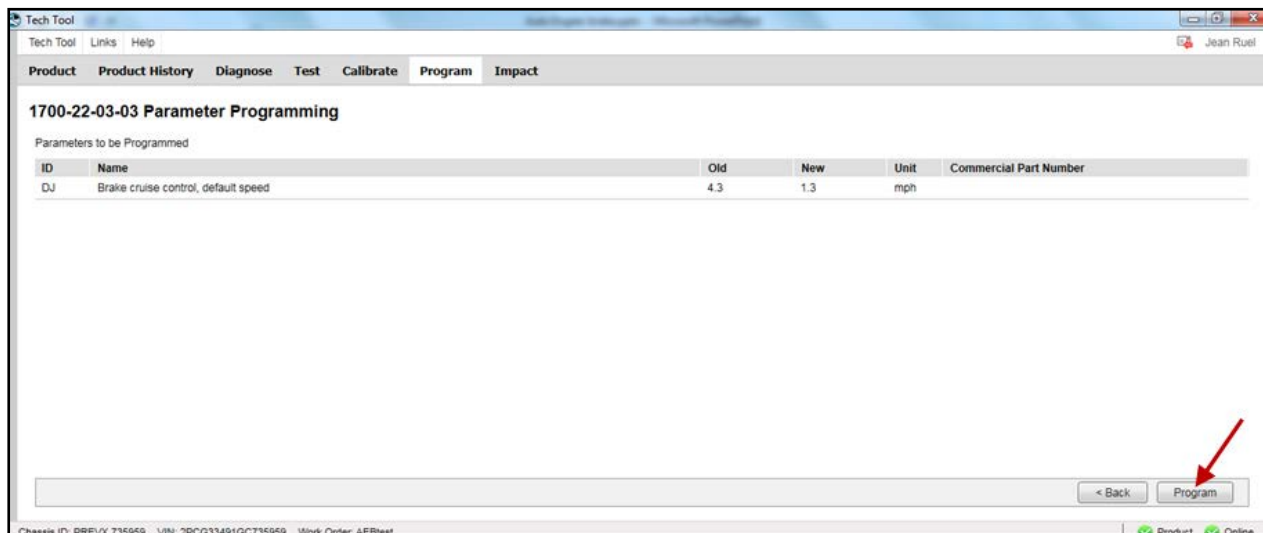

FIGURE 9
5. Cliquez sur PROGRAM (FIGURE 9).